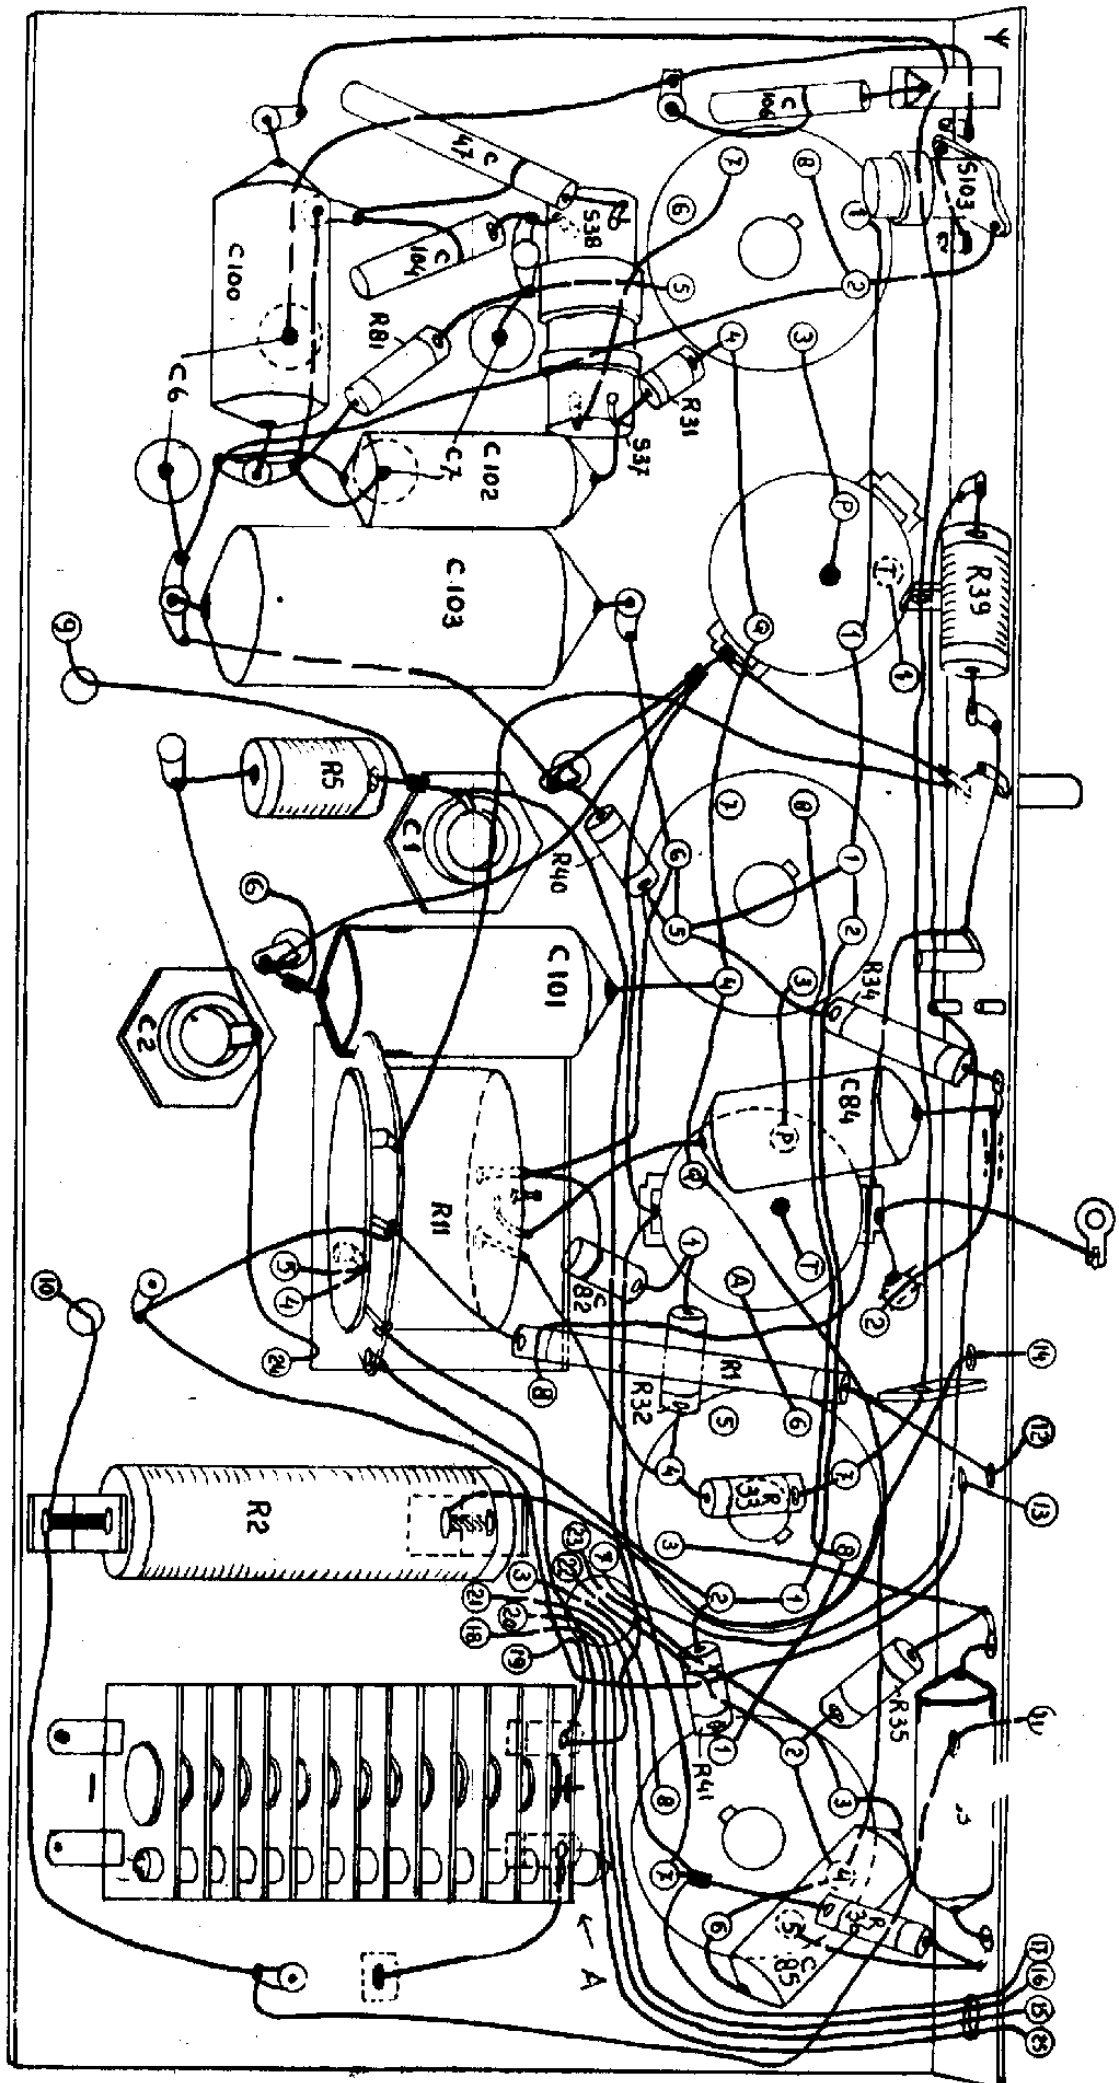

Fig. 3
- b. In de bedrading (zie fig. 3) is het knooppunt R34-084 niet meer aan een soldeeroog in de pertinax achterplaat van het chassis vastgemaakt, ter vermindering van eventuele brom.